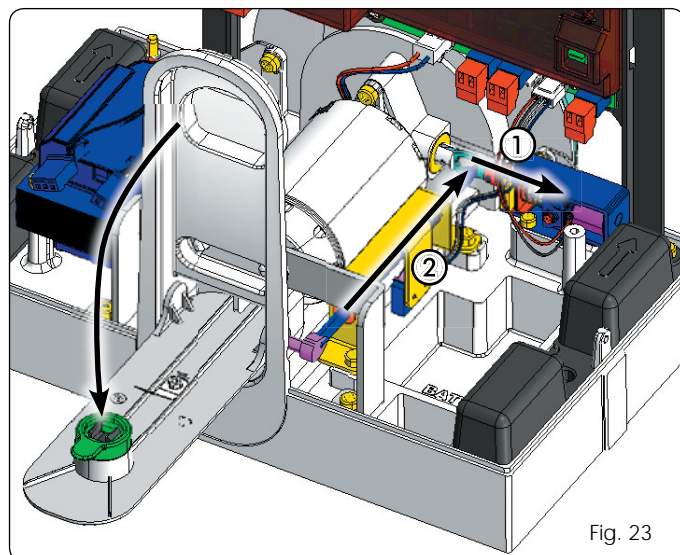

Fig. 23
! En abaissant le levier de déblocage, on agit aussi bien sur le verrouillage du moteur, en le reculant (Fig. 23 réf. ①), que sur le micro-interrupteur de sécurité qui force l'automatisme en position de STOP (Fig. 23 réf. ②).